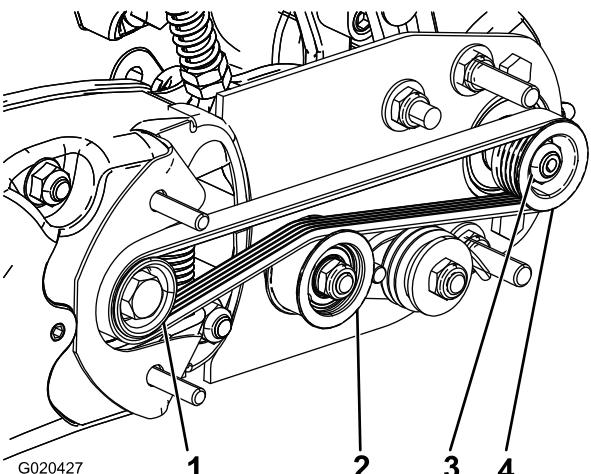

Figure 22
1. La poulie menée (au niveau de l'arbre de la brosse) peut bouger vers l'intérieur ou l'extérieur (Figure 22).
2. Tout en tournant le cylindre, ce qui entraîne la poulie d'entraînement, déchausez la courroie de la poulie (Figure 22).
3. Retirez le contre-écrou qui fixe la poulie menée à l'arbre de la brosse (Figure 22 ou Figure 23).